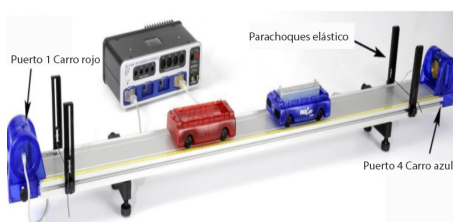

Figura 17.1: Material
1. Instalar tanto amortiguadores elásticos y patas ajustables, como se muestra en la Figura 17.1.
3. Colocar los sensores de movimiento a la pista. Mantener la orientación mostrada (ver Figura 17.1), con el sensor de movimiento del carro rojo conectado al puerto P1 y el sensor de movimiento del carro azul conectado al puerto P4 de la interfaz.